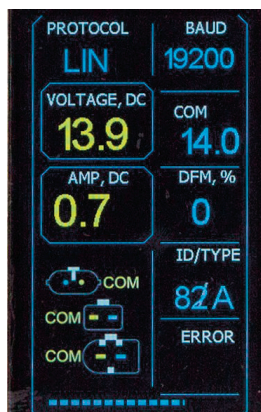

Рис. 17. MS004COM
- **«PROTOCOL»:** индикатор протокола реле-регулятора (только для реле-регуляторов с терминалом «COM») **(Рис. 17).**
- **«BAUD»:** индикатор скорости передачи данных реле-регулятора (только для реле-регуляторов с терминалом «COM») **(Рис. 17).**
- **«COM»:** индикатор устанавливаемого напряжения стабилизации реле-регулятора генератора (только для реле-регуляторов с терминалом «COM») **(Рис. 17).**
- **«ID/TYPE»:** индикатор идентификационного номера и типа реле-регулятора генератора (только для реле-регуляторов с терминалом «COM») **(Рис. 17).**
- **«ERROR»:** индикатор ошибок реле-регулятора (только для реле-регуляторов с терминалом «COM») **(Рис. 17).**